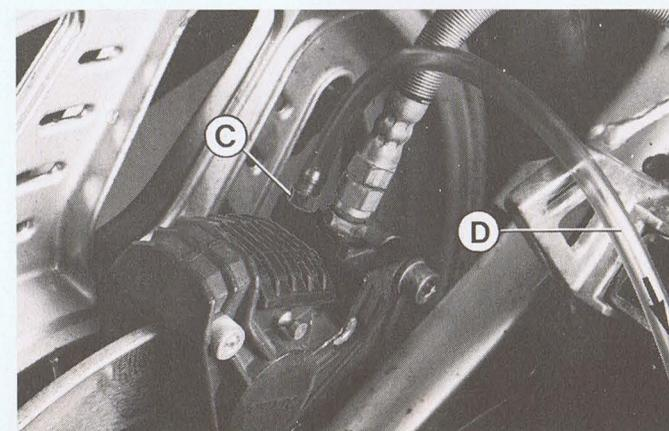

Fig. 16
b) Togliere il cappuccetto di gomma della vite di spurgo «C» fig. 16 innestarvi un tubetto flessibile trasparente «D» immergendo l'altra estremità, indicata con freccia, in un recipiente contenente olio, allentare la vite